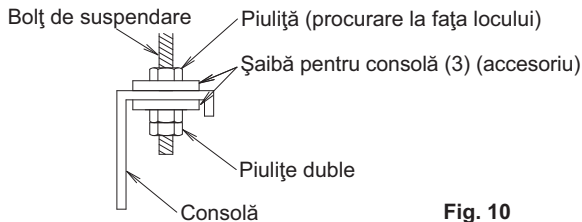

Fig. 10
(1) Fixați consola pe șurubul de susținere. (Consultați Fig. 10)